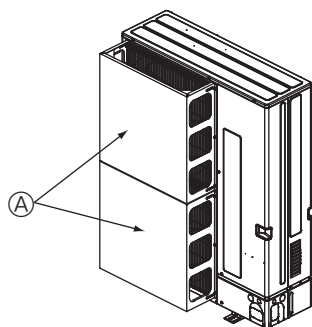

Fig. 2-15
1. Instale uma guia de ar opcional se a unidade estiver instalada num local sujeito a fortes ventos, como no caso de tufões, por exemplo, que possam entrar directamente na saída de ar. (Fig. 2-15)